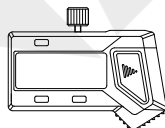

fig.3
---Chiudere il coperchio della batteria (fig. 3).